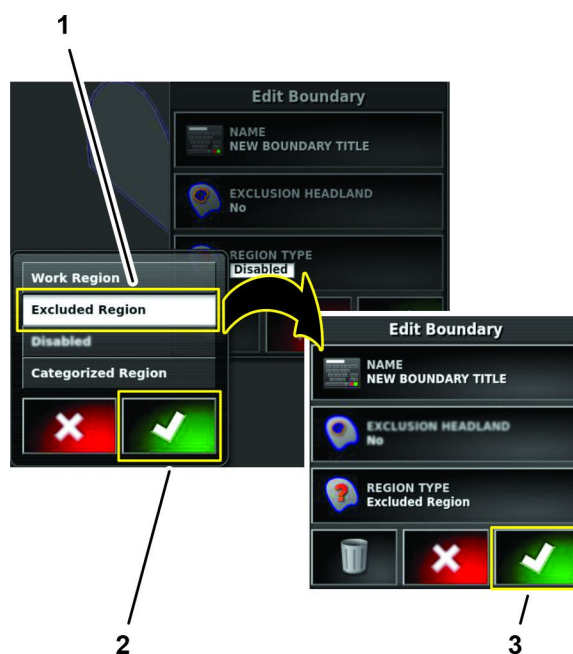

Bild 62
2. Tippen Sie im Dialogfenster Regionentyp auf das Symbol AUSGESCHLOSSENE REGION und tippen Sie auf das Bestätigen-Symbol (Bild 62).
3. Tippen Sie im Dialogfenster Feldgrenzen bearbeiten auf das Bestätigen-Symbol (Bild 62).